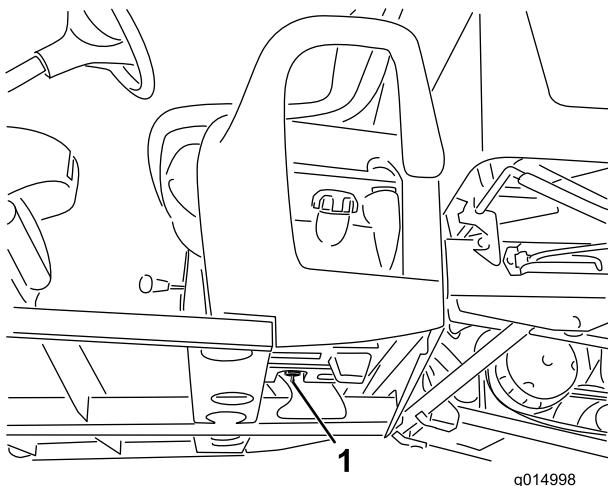

Рисунок 25
4. Проверьте отверстие воздушного фильтра в корпусе фильтра с угольным элементом и убедитесь в том, что оно чистое и не перекрыто мусором или посторонними предметами (Рисунок 25).